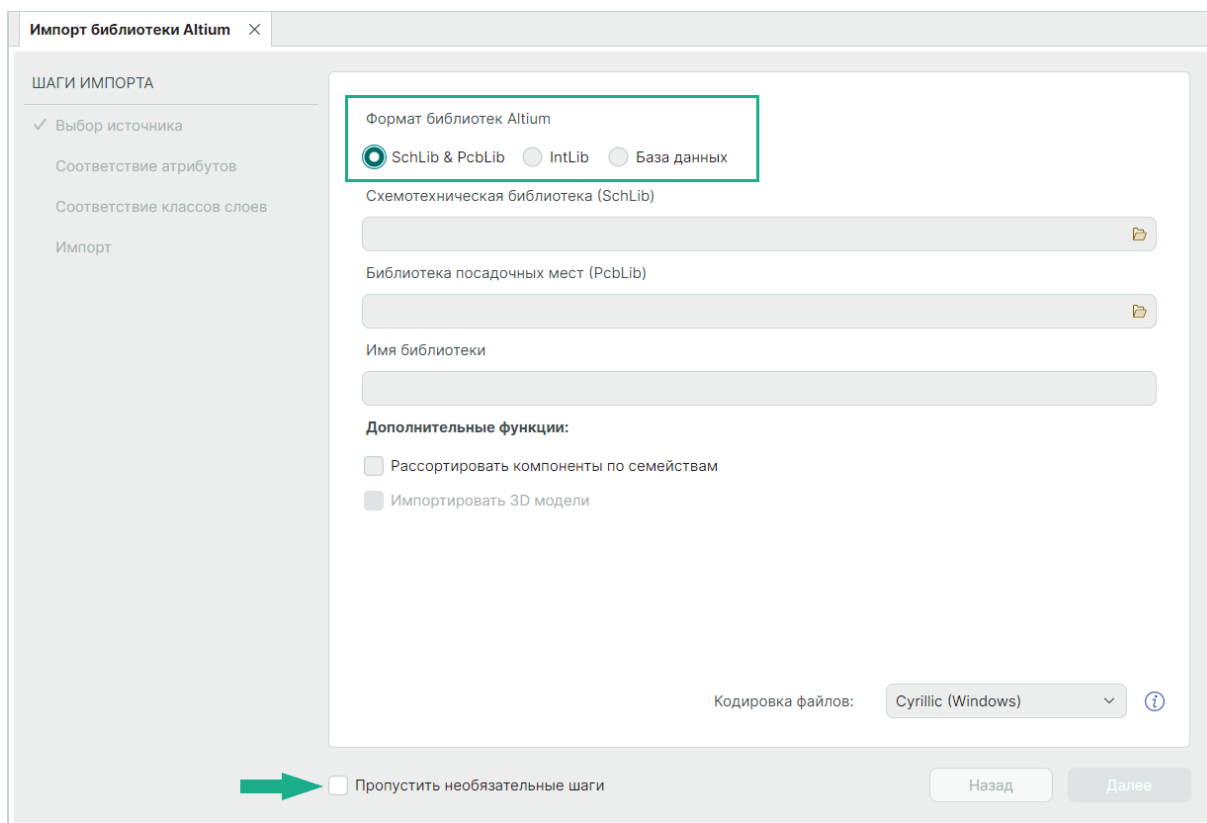

Рис. 7 Выбор формата импортируемой библиотеки
1. Для импорта библиотеки в окне «Импорт библиотеки Altium» выберите формат импортируемой библиотеки, см. Рис. 7: